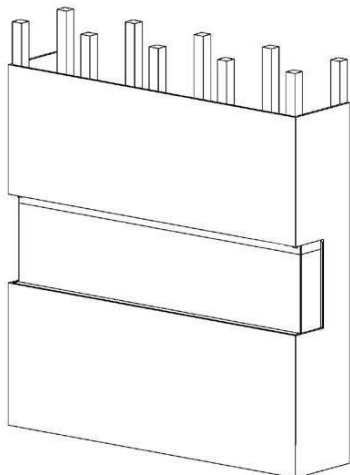

Fig.3-4
7. Cubra o painel de vidro com um saco de plástico de proteção e instale contraplacado ou gesso cartonado. Fig. 3-4